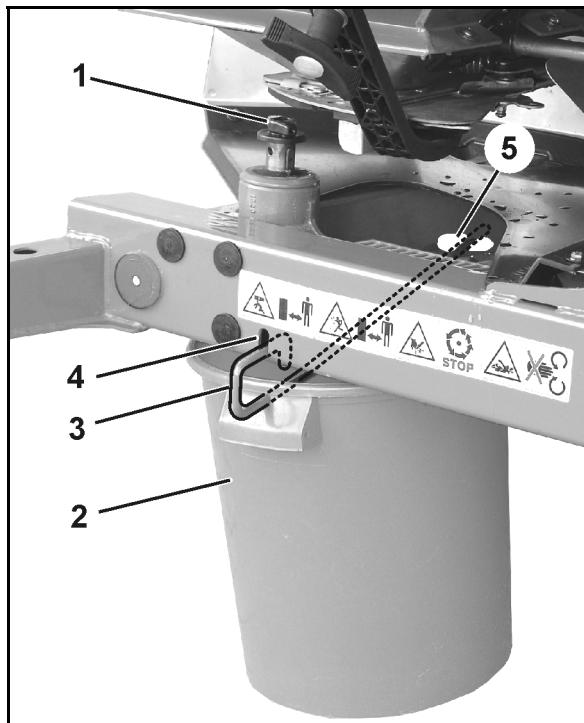

Рис. 52
- 2.1 Выверните барашковый винт (Рис. 52/1), удерживающий распределяющий диск, и выньте распределяющий диск с приводного вала.
3. Вставьте приемную ёмкость (Рис. 52/2) с помощью скобы (Рис. 52/3) в гнезда (Рис. 52/4 и подвесьте Рис. 52/5) на раму.